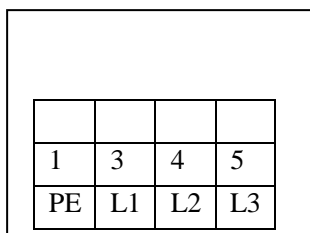

Рис. 22
- Подключение силового провода: подключить трехфазный четырехжильный силовой провод 400В (4×2,5мм²) к контактам ввода L1, L2, L3 и PE в шкафу управления; подключить в первую очередь провод заземления PE к выводу с символом заземления (рис. 22), вывод с символом заземления находится на нижней части обеих платформ.